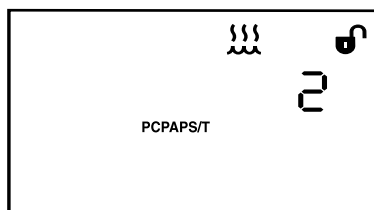

Figura 5-9 Pantalla de Ajuste del humidificador
5. En la pantalla de estado En espera o de Supervisión, puede modificar el ajuste del Humidificador pulsando y manteniendo pulsado el botón  hasta que aparezca la siguiente pantalla (figura 5-9).